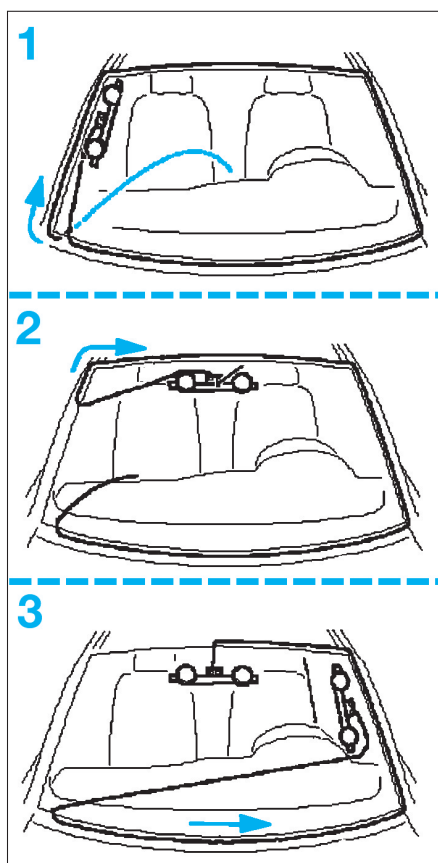

FIG. 77
- Suivre les étapes de découpe du joint de colle dans le sens indiqué (fig. 77).